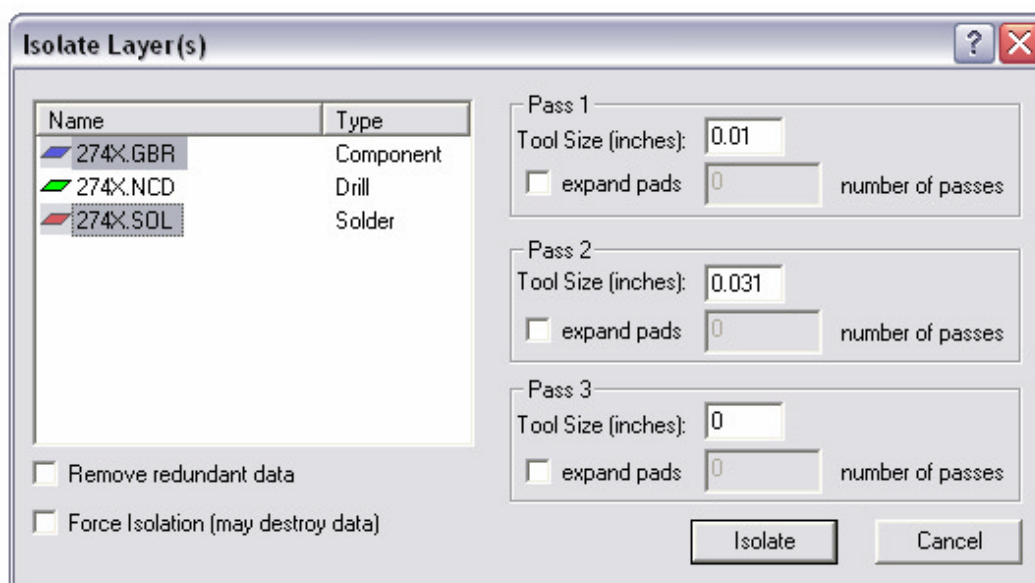

Figura 3.30. Comando Isolate
**Paso 4:** Seleccionar las capas de componente y de soldadura manteniendo presionado la tecla CTRL mientras selecciona ambas capas. Ver Figura 3.30